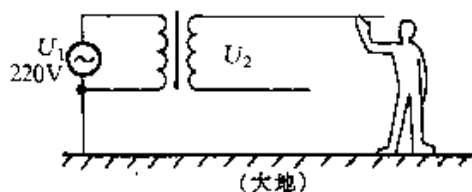

图 2-92
② 电源变压器的用途是电源电压变换,并可同时提供多种电源电压,以适应电子电路的需要。电源变压器的另一用途是电源隔离。如图 2-92 所示,由于变压器的隔离作用,即使人体接触到电压 U_2 ,也不会与交流 220V 市电构成回路,保证了人身安全。这就是维修热底板家电时必须要用电源隔离变压器的道理。